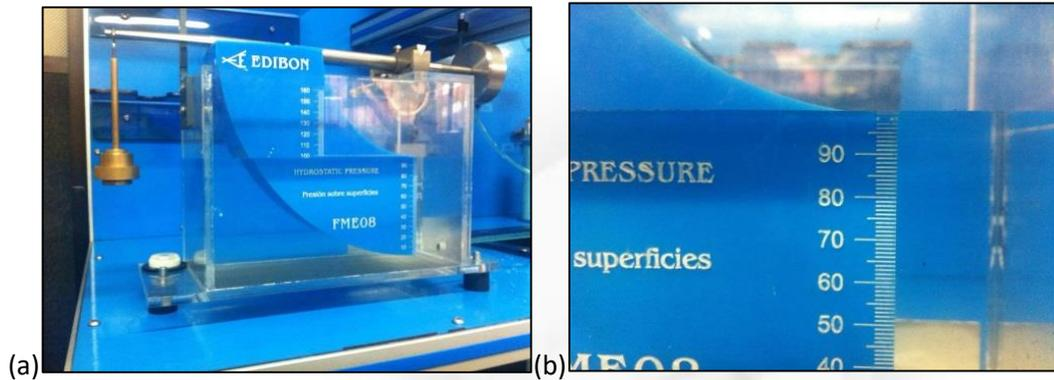

Figura 13. Nivel del agua en la ista superior de la cara rectangular (Fuente: Propia)
- 4.1.11. Repetir el procedimiento anterior varias veces, aumentando en cada una de ellas, progresivamente, el peso en el platillo (D) hasta que, estando nivelado el brazo basculante, el nivel de la superficie libre del agua enrase con la arista superior de la superficie plana rectangular que presenta el extremo del cuadrante (E). (Figura 13)